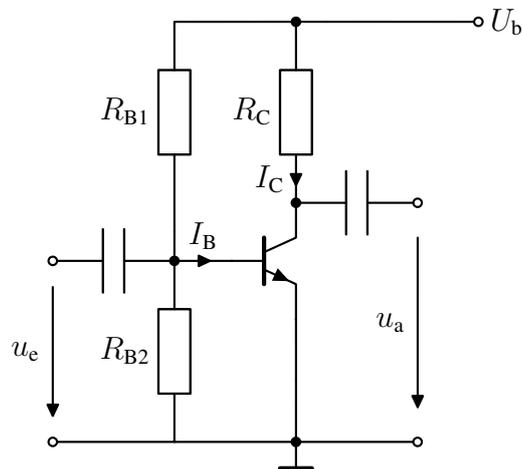

Abbildung 5
d) Der Widerstand R_{B1} aus Abbildung 5 soll so gewählt werden, dass der Strom $10I_B$ durch ihn fließt.